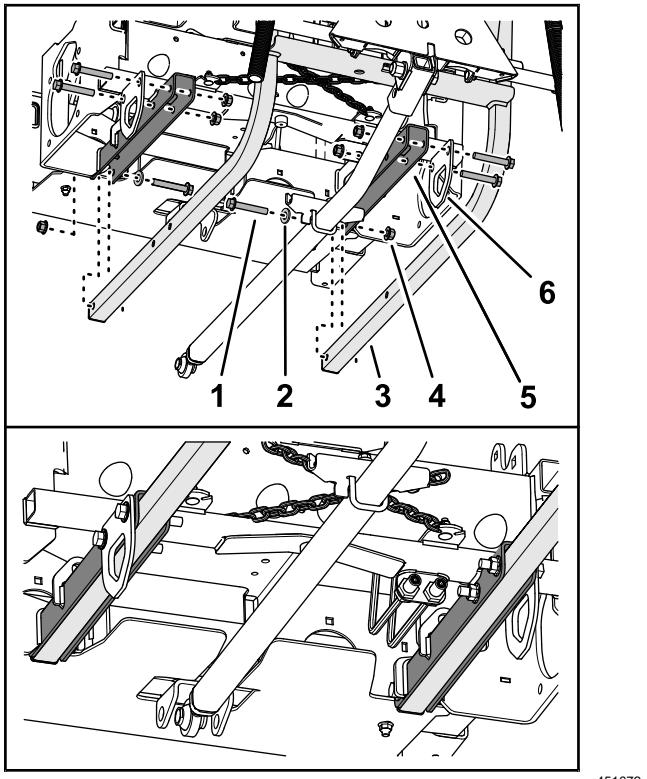

Figure 12
- Soulevez l'arrière du cadre de levage d'accessoire arrière pour aligner les trous des tubes du cadre de levage sur les trous des profilés du cadre arrière (Figure 12).
- Montez les plaques d'attache à l'extérieur du cadre d'accessoire arrière et placez les rondelles de butée à l'intérieur, comme montré à la Figure 12.